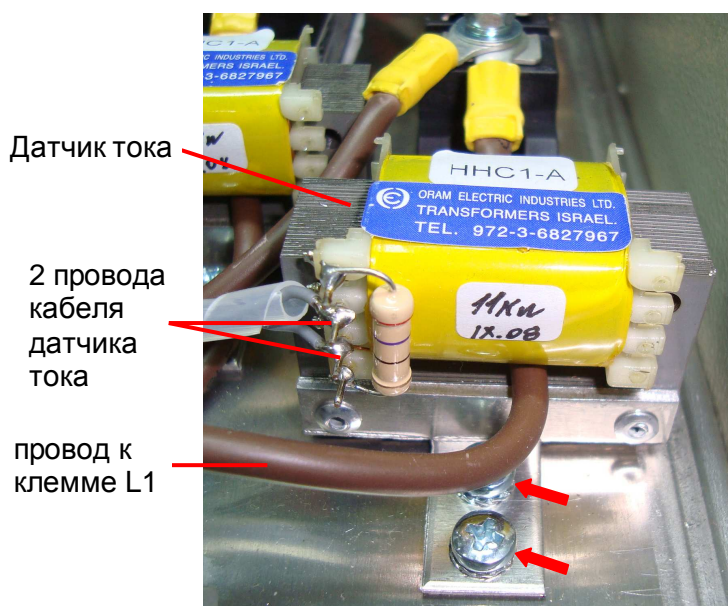

Рис. 7.8 Установка датчика тока фазы L1.
7.5.1. Закрепить двумя винтами датчик тока на радиаторе (рис. 7.8, красные стрелки).
7.5.2. К выводам датчика припаять провода кабеля датчиков тока (рис. 7.8). Полярность подключения проводов значения не имеет.
7.5.3. Вставить силовой провод от клеммы L1 в окно сердечника датчика тока (рис. 7.8).